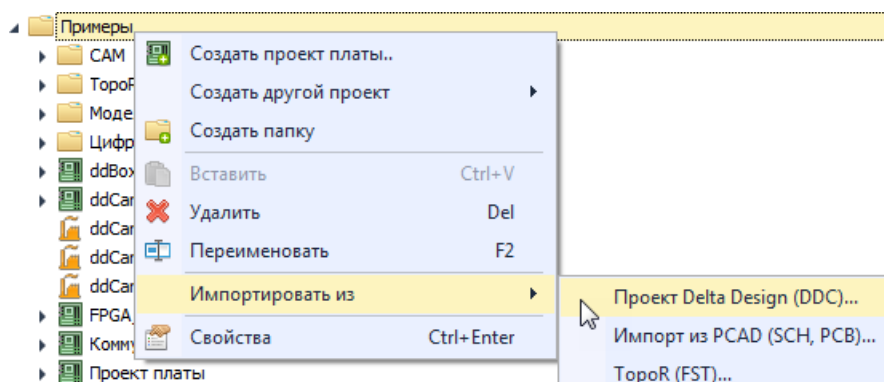

Рис. 61 Импорт проекта в формате *.ddc
2. В контекстном меню раскройте раздел «Импортировать из» и выберите пункт «Проект Delta Design (DDC)...», Рис. 61.